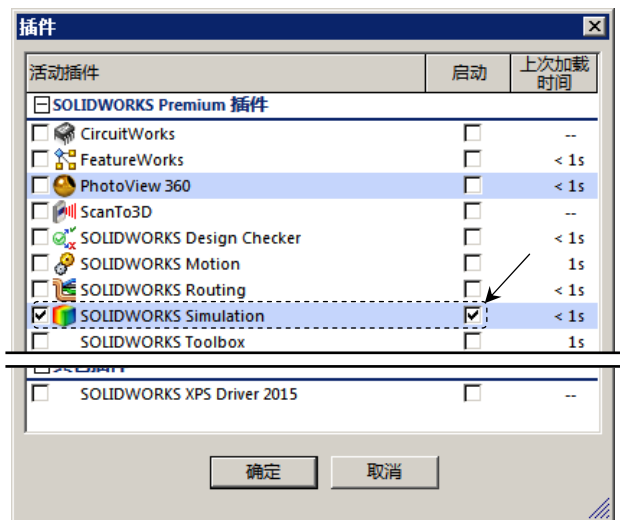

图 12.2.1 “插件”对话框
Step1. 选择命令。选择下拉菜单 **工具(T)** → **插件(P)...** 命令，系统弹出图 12.2.1 所示的“插件”对话框。
Step2. 在“插件”对话框中选中 ☒ **SolidWorks Simulation** ☒ 复选框，如图 12.2.1 所示。